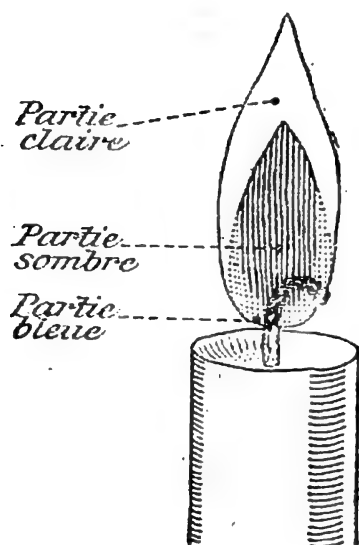

Fig. 5. — La flamme de la bougie.
**5. Observons la flamme.** — Elle est éclairante, d'un blanc jaunâtre dans sa partie extérieure (*fig. 5*). Au milieu, tout autour